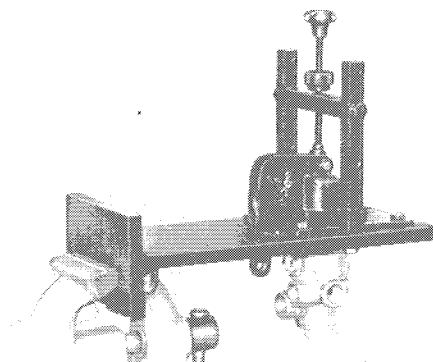

Abb. 6
c) Mit der Tiefenlehre das Maß "L3" bei entspanntem Betätigungshebel messen (Abb. 6).
d) Bremsventil über die Kreuzgriffschraube der Spannvorrichtung bis zum Anschlag betätigen und das Maß "L4" messen. (Abb. 6)
- a) Spannvorrichtung mit Bremsventil im Schraubstock umspannen (Abb. 6).